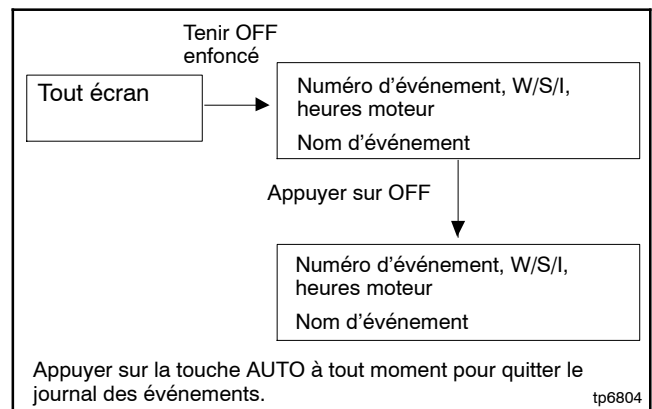

Figure 4-7 Journal des événements
Le journal des événements affiche jusqu'à 10 erreurs et avis du contrôleur, en commençant par l'événement le plus récent. Les événements sont numérotés de 1 à 10, le numéro 1 étant le plus récent. Chaque événement est affiché avec la date et l'heure de l'événement, le numéro de l'événement, une lettre indiquant s'il s'agit d'un avertissement (W), d'un arrêt (S) ou d'un avis d'information (I), les heures de marche du moteur au moment de l'événement et la description de l'événement. Voir Figure 4-7.